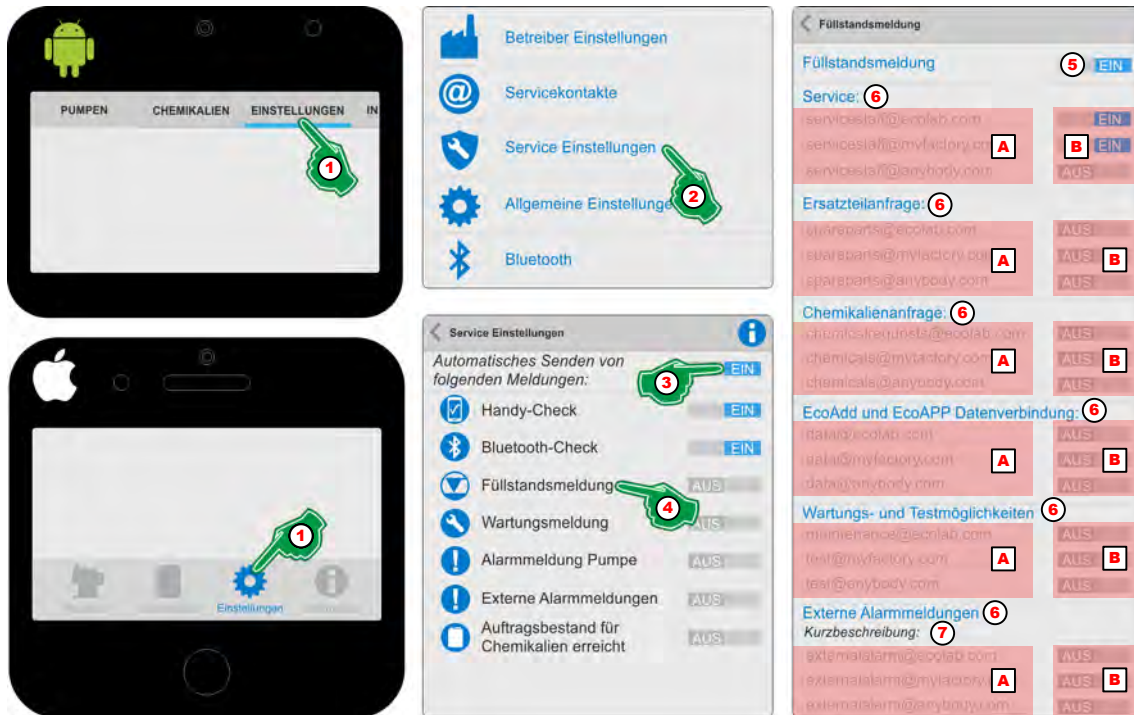

Abb. 47: „Füllstandsmeldung“
1. [Einstellungen] (Abb. 47, Pos. 1) auswählen.
2. [Service Einstellungen] (Abb. 47, Pos. 2) auswählen.
3. „Automatisches Senden von folgenden Meldungen“ (Abb. 47, Pos. 3) **EIN** Schalten.
4. Das Symbol oder die Bezeichnung „Füllstandsmeldung“ (Abb. 47, Pos. 4) auswählen.
5. „Füllstandsmeldung“ (Abb. 47, Pos. 5) **EIN** Schalten.
6. Gewünschte Servicekontakte (Abb. 47, Pos. A) **EIN** (Abb. 47, Pos. B) Schalten.
7. Zur Anzeige von Fehlern bei Verwendung einer externen Steuerung (Abb. 47, Pos. 7) eine Kurzbeschreibung (Abb. 47, Pos. 8) zur Identifikation vergeben.